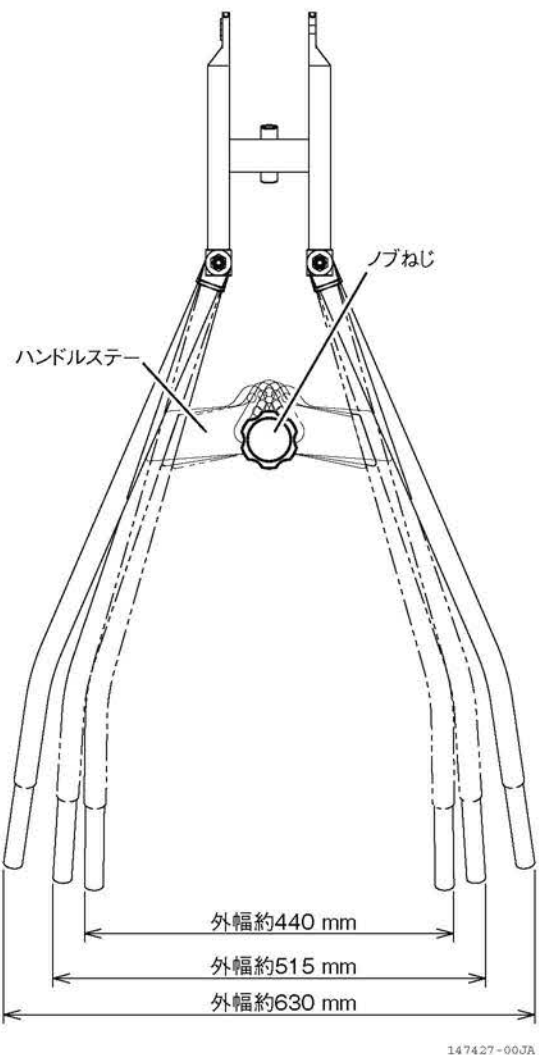

図 3-4 ハンドル幅の調節のしかた (VS 仕様のみ)
1. ハンドル中央のノブねじを外します。(図 3-4)
3. ノブねじを取り付けます。締め付けるときは、振動などでゆるまないように、確実に締め付けます。(図 3-4)